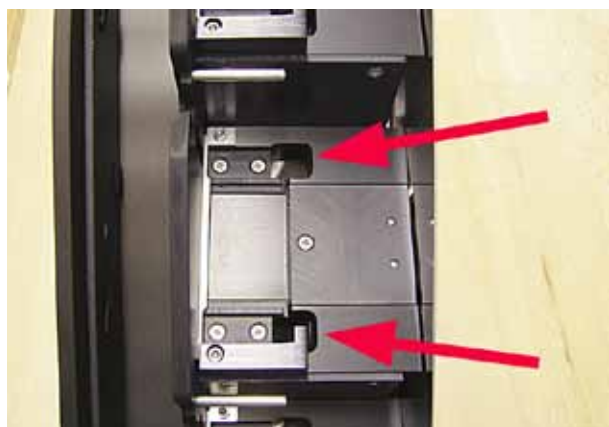

Fig. 44
- Stazione di scarico (→ "Fig. 44")